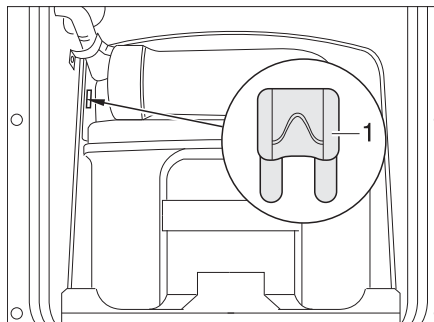
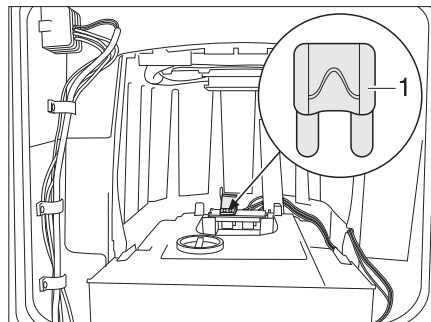

Bild 239 Säkring Thetford-toalett
Bild 240 Säkring Thetford-toalett (alternativ)
- Byt säkring (Bild 239,1 resp. Bild 240,1).